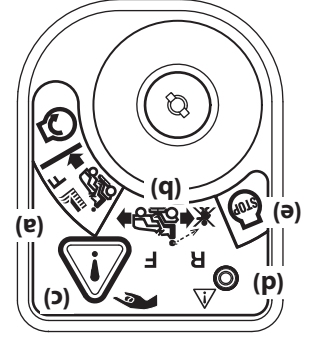

Figure 3-10
3. Appuyez sur le BOUTON-POUSSOIR DE MARCHÉ ARRIÈRE (Bouton triangulaire orange) qui se trouve dans le coin supérieur droit du module d'allumage. Le témoin lumineux rouge dans le coin supérieur gauche s'allume quand la marche arrière est embrayée. Voir la Figure 3-10.
2. Déplacez la clé de la position de tonte normale (a) (verte) à la position de tonte en marche arrière (b) (jaune). Voir la Figure 3-10.